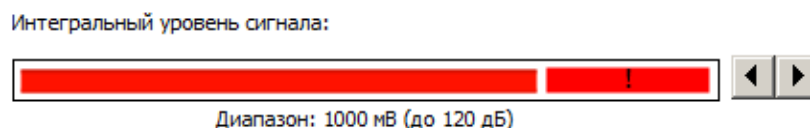

Рис. 4.22 Индикатор интегрального уровня, регистрирующий перегрузку
**Внимание!** Следует избегать полного окрашивания шкалы индикатора (Рис. 4.22), что означает перегрузку измерительного канала, следствием которой является возникновение нелинейных искажений сигнала, приводящих к недостоверным результатам измерений.